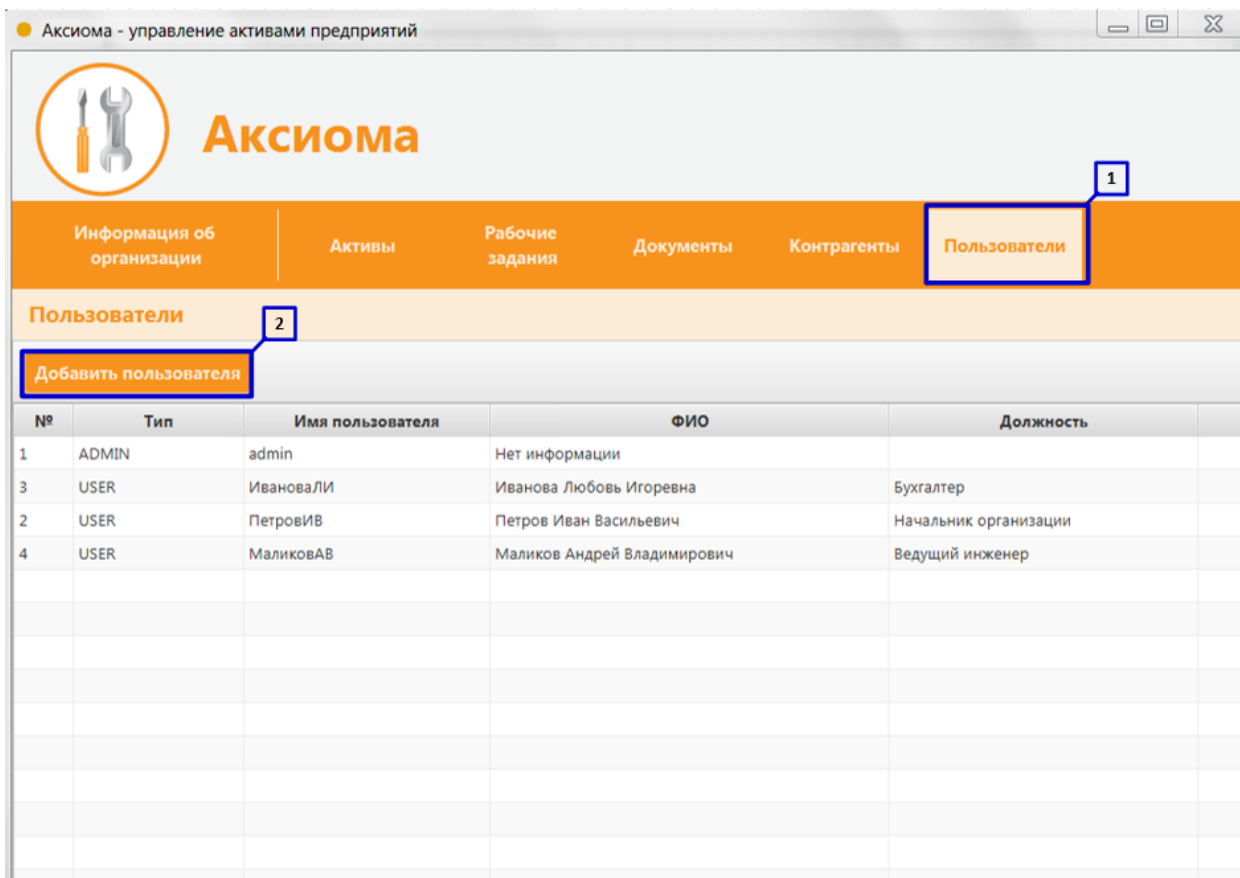

Рисунок 17. Создание нового пользователя системы
Для создания новой учетной записи пользователя системы необходимо в разделе «Пользователи» (**Рисунок 17 пункт 1**) выполнить следующие действия:
1. Нажмите клавишу «Добавить пользователя» (Рисунок 17 пункт 2);